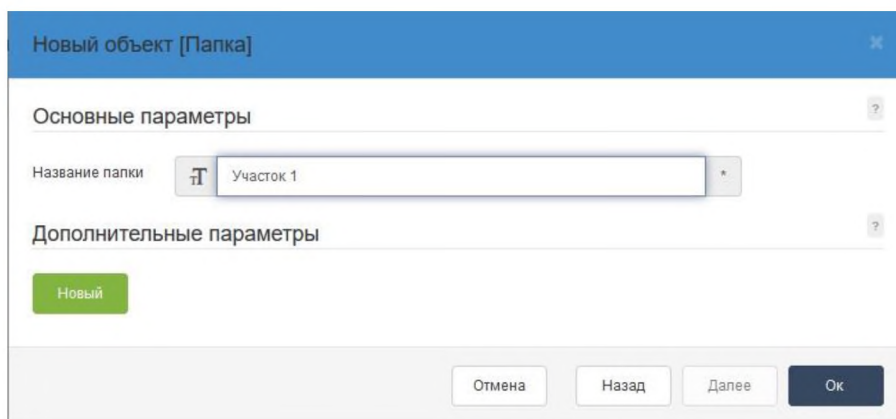

Рисунок 63 – Ввод названия участка
11) Введите название участка и нажмите **ОК** (рис. 63).